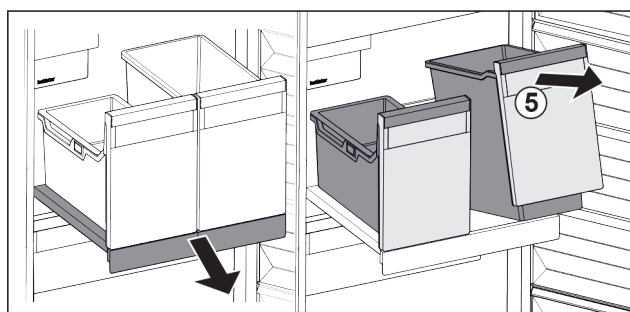

Fig. 100
- Ridicați recipientul Fig. 100 (5) din față.